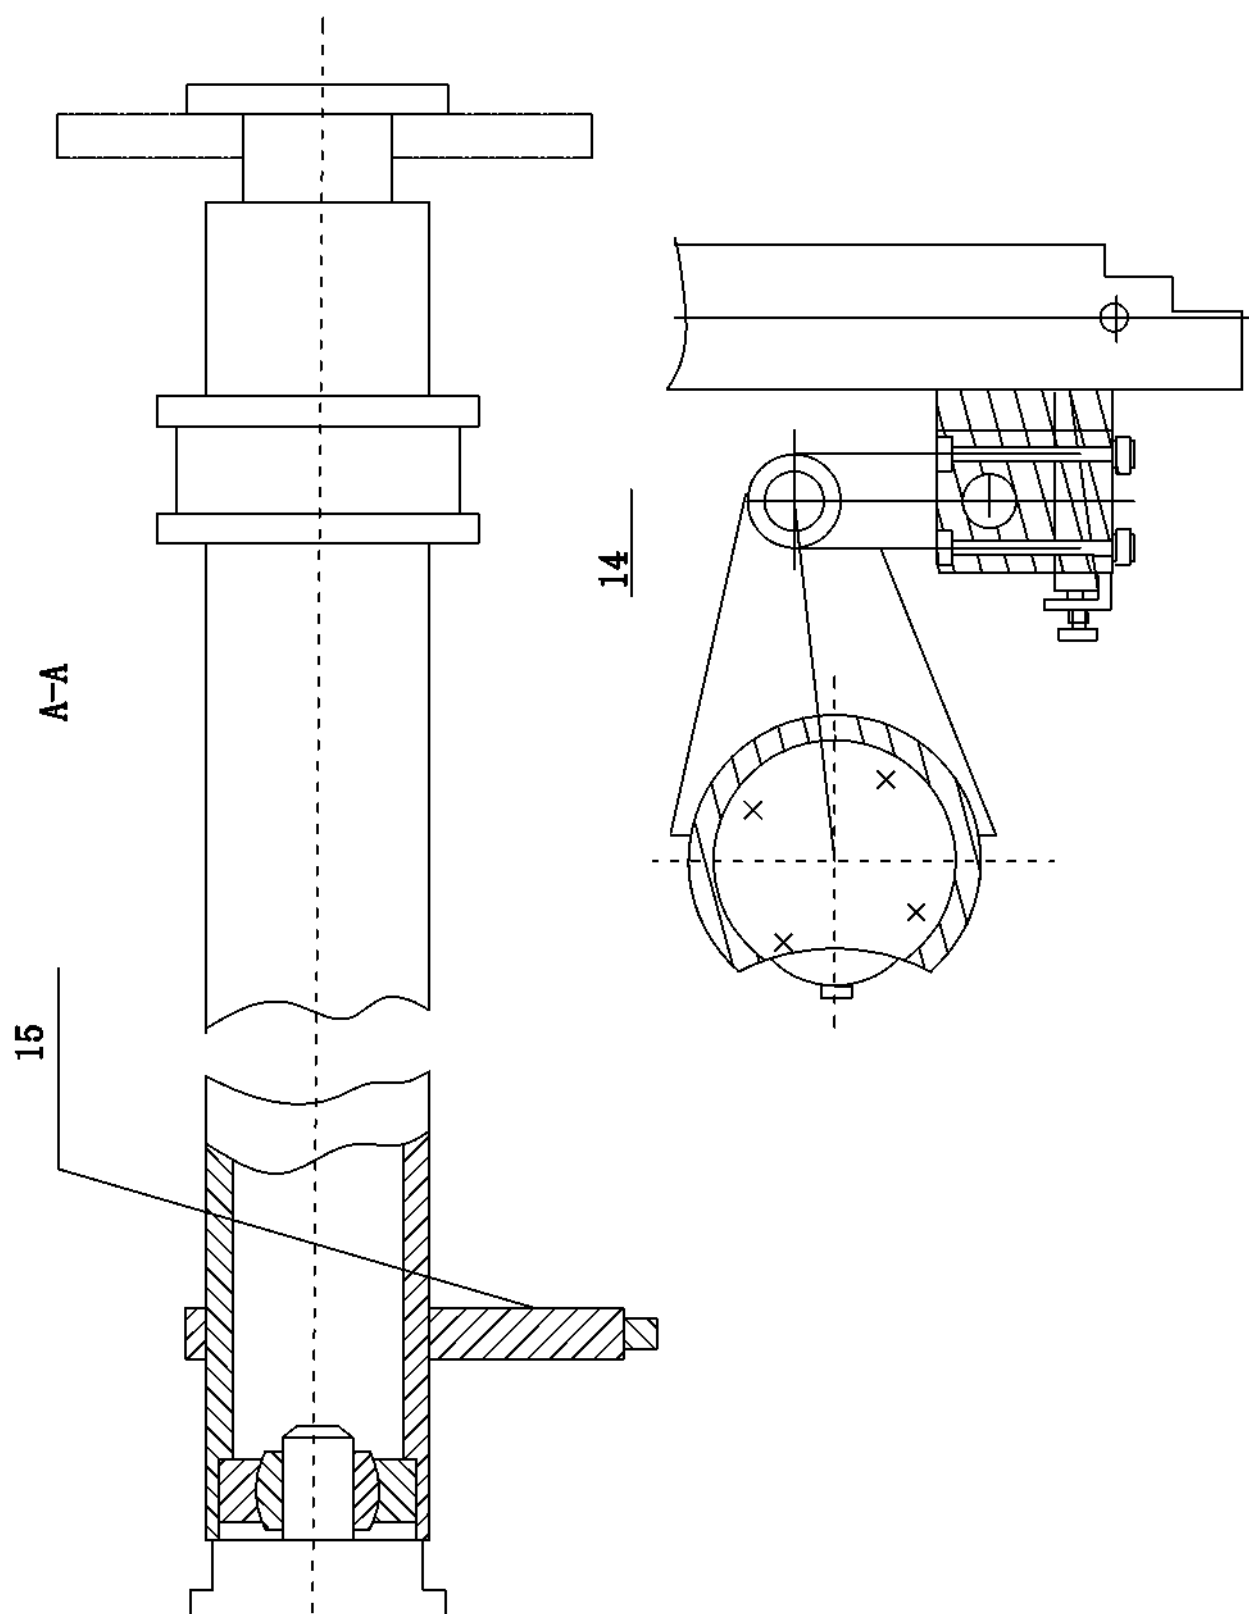

Рисунок 4. Механизм синхронизации
3. Механизм синхронизации: это принудительная механическая система, изготовленная из круглой стали 45#, которая имеет простую конструкцию, удобна в техническом обслуживании и обладает необходимой точностью (см. рис. 4)